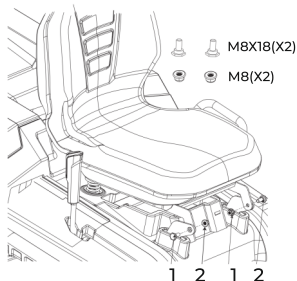

Рис. 4
6.3 Установка сиденья (рис. 4)
Используйте болт (рис. 4, поз 1) и гайку (рис. 4, поз 2), чтобы зафиксировать сиденье на машине (используйте шестигранный ключ из комплектующих инструментов).